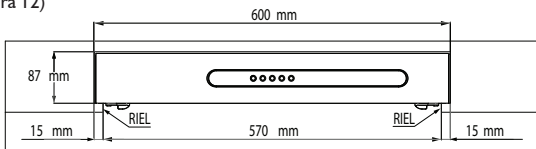

Figura 10
- Las dimensiones recomendadas del ancho de los rieles es de 15 mm. (ver figura 10)